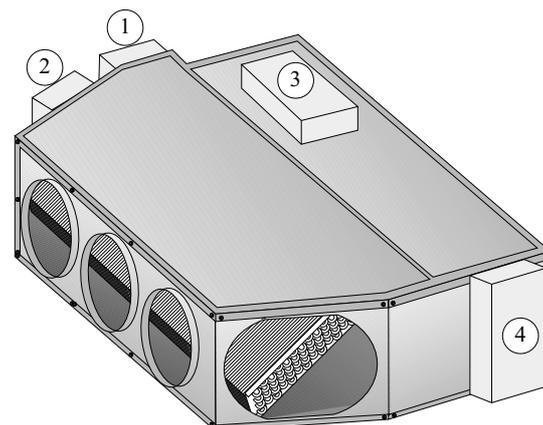

Fig. 12
Conexiones eléctricas de la unidad interior (Ver Figs. 12, 13)
Es posible colocar la caja eléctrica en varias posiciones en la unidad interior; ver posiciones ②, ③ y ④, o a una distancia hasta de 1.5 m de la unidad. Coloque la caja con el fin de proveer un acceso conveniente al personal de servicio. La caja y las conexiones deben estar protegidas contra agua, incluyendo humedad. La caja eléctrica es suministrada conectada a la unidad interior (ver ① en Fig. 12), y si esta posición no interfiere con la instalación es posible dejarla en ese lugar.